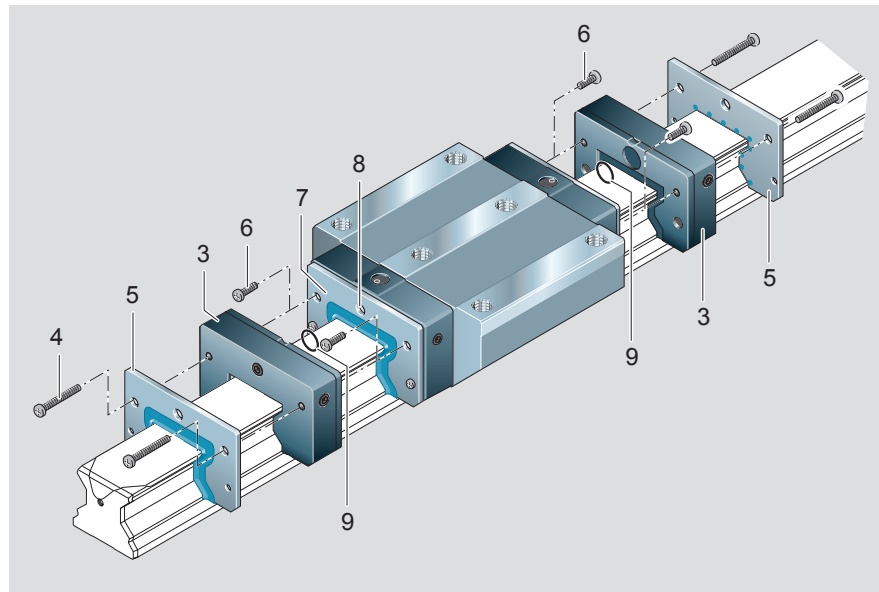

图 3
**⚠** 在滑块两端各安装一个前置润滑单元 (图 3, 标号 3)!
- 取下螺栓 (图 3, 标号 6) – 规格 65 的产品上有四只螺栓。螺栓 (6) 不要再使用!
- 如果滑块上装有前置密封 (7), 留在原位不动。
- 将前置润滑单元 (3) 和附加的前置密封 (5) 推上导轨, 与滑块校正。
- 在规格 25 中, 取下螺塞 (8), 并将 O 型圈 (9) 放在滑块和前置润滑单元之间。